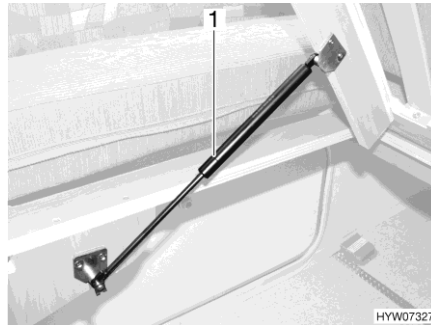

Fig. 140 Cama fija
- Levantar el somier. Los resortes por presión de gas (Fig. 140,1) retienen el somier en la posición abierta.